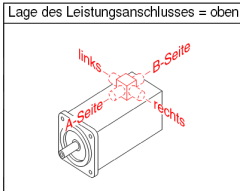

Bild 1
Elektrischer Anschluss siehe Bild 1 ③